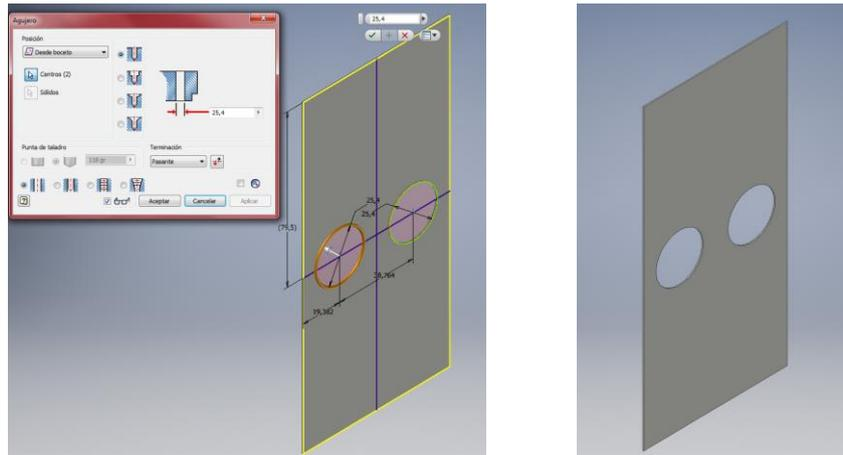

Ilustración 513. Comando Agujero sobre "Tubería_Doble_T_1". Tubería Doble T.
6. Sobre la tubería desplegada, genere un boceto 2D que incluya dos círculos de una pulgada de diámetro. Éstos estarán situados en el centro de las dos mitades generadas al dividir en dos el rectángulo, como se observa en la *Ilustración 513*.